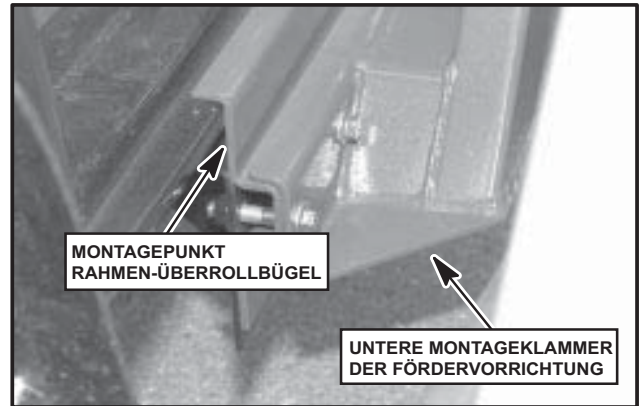

Abbildung 13
5. Positionieren Sie die Fördervorrichtung so, dass die untere Montageklammer der Fördervorrichtung auf dem Montagepunkt Rahmen-Überrollbügel sitzt (siehe Abb. 13).